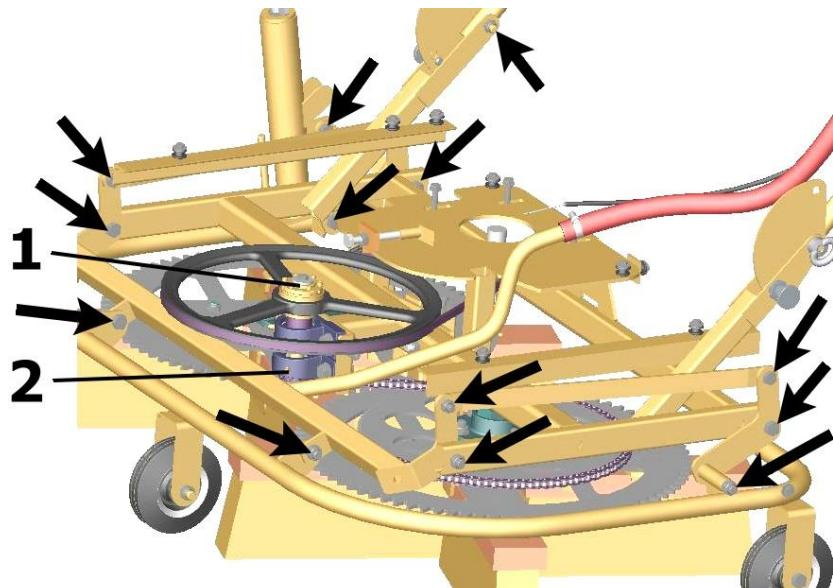

Bild 2
- Befestigungsschrauben bei beweglichen Teilen nicht zu fest nachziehen. (Siehe Pfeile ↘↗ in Bild 2)
Rutschkupplung (siehe Pos. (1) in **Bild 2**) dient als Überlastsicherung und sollte bei Störungen (Durchdrehen der Rutschkupplung (1) während des Betriebes) nachgezogen werden (siehe beiliegende Montageanleitung RUFLEX). **Drehmoment 25 Nm** (Ruflex 011TF).
Halbjährlich ist die Rutschkupplung über Schmiernippel (siehe Pos. (2) in **Bild 2**) mit Fett nachfüllen.